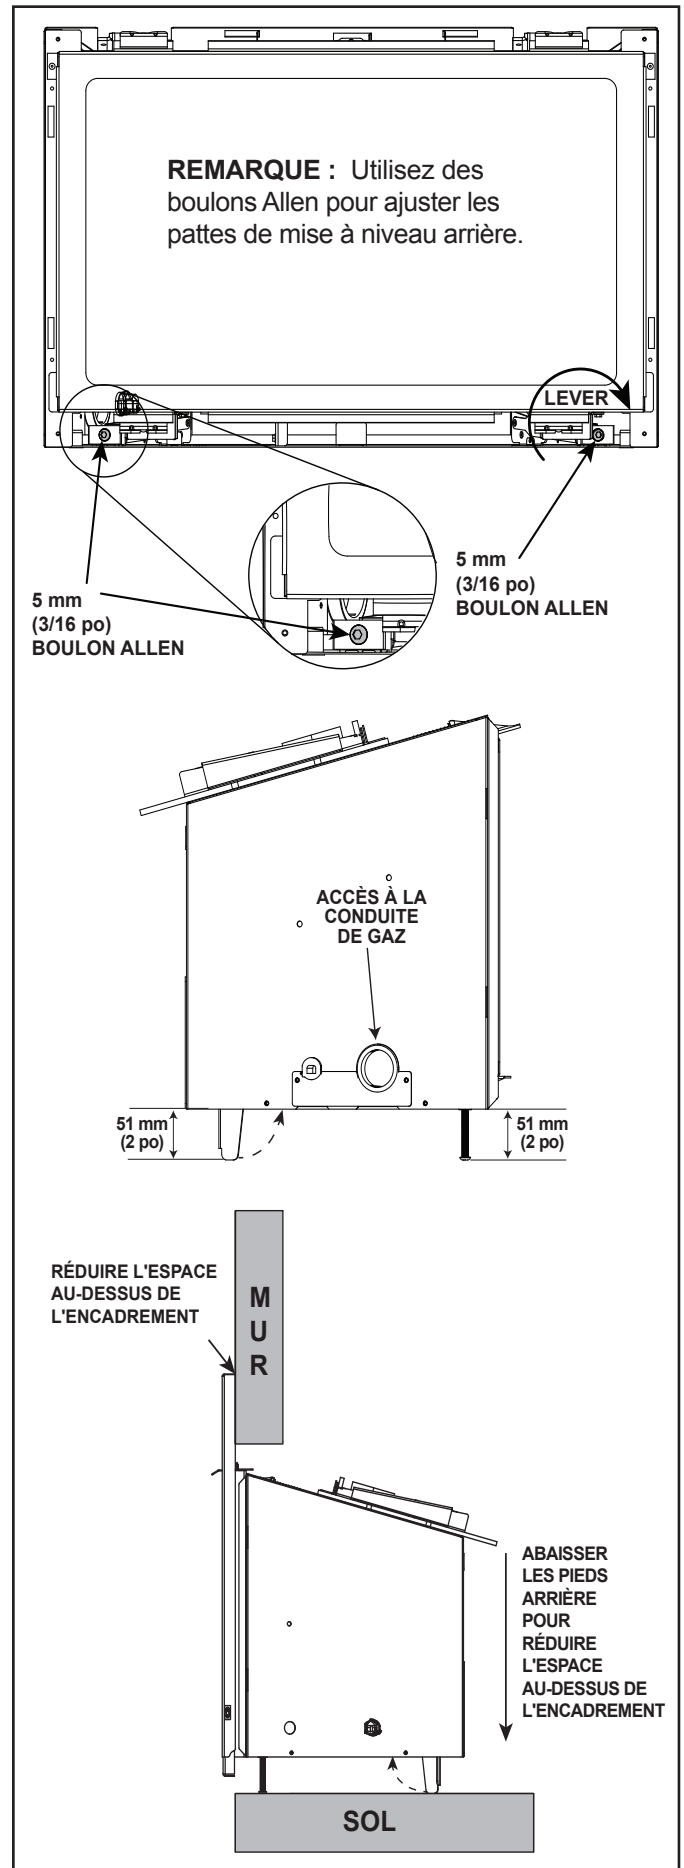

Figure 5.7 Détails sur les pattes de mise à niveau
- Installez l'arrivée du gaz dans le trou du côté. Voir la figure 5.7.